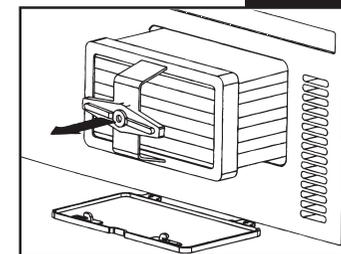

Fig. 10
- Extraire le condensateur. (Fig. 10)